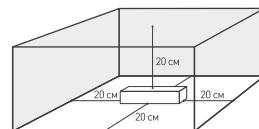

Рис. 5. Свободное пространство вокруг источника
4.4. Для естественной вентиляции обеспечьте свободное пространство вокруг источника питания не менее 20 см, как изображено на рис. 5. При невозможности обеспечить свободное пространство используйте принудительную вентиляцию.